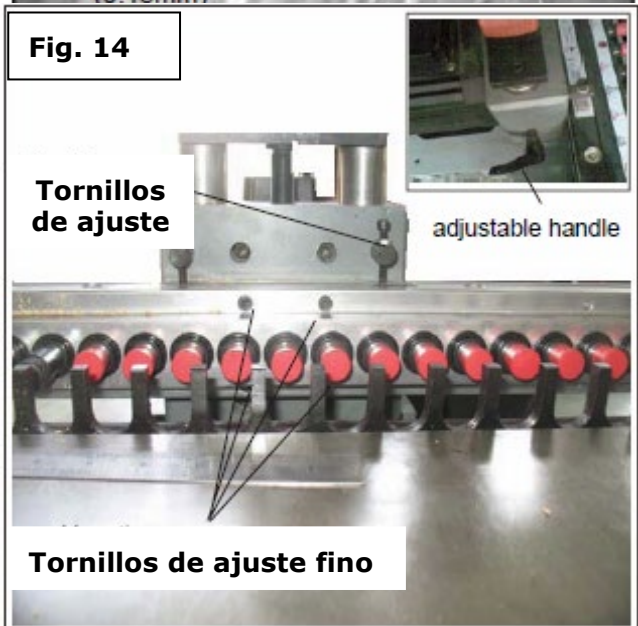

Fig. 14
- Utilice el bloque de calibre y la galga de espesores para comprobar la altura de los husillos extremos, de la misma manera que lo hizo con el husillo central. Los dos extremos de los husillos deben coincidir con la altura del husillo central. Si no es así, afloje los cuatro tornillos de fijación como se indica en la fig. 14. Ajuste ligeramente los dos tornillos de fijación hasta que la altura del husillo sea la misma.